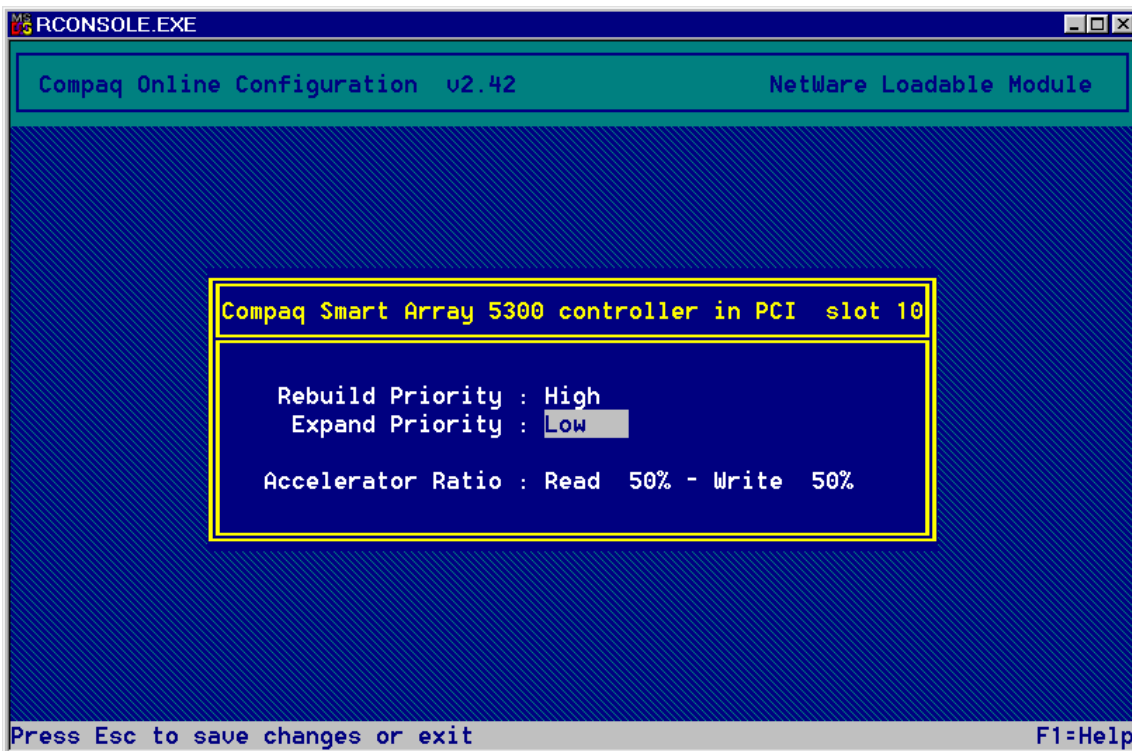

Figura 7-23. Pantalla Controller Settings (Configuración del Controlador)
2. Seleccione la opción Controller Settings (Configuración del Controlador), en la parte derecha de la pantalla. Aparecerá la pantalla Controller Settings (Configuración del Controlador) (Figura 7-23).